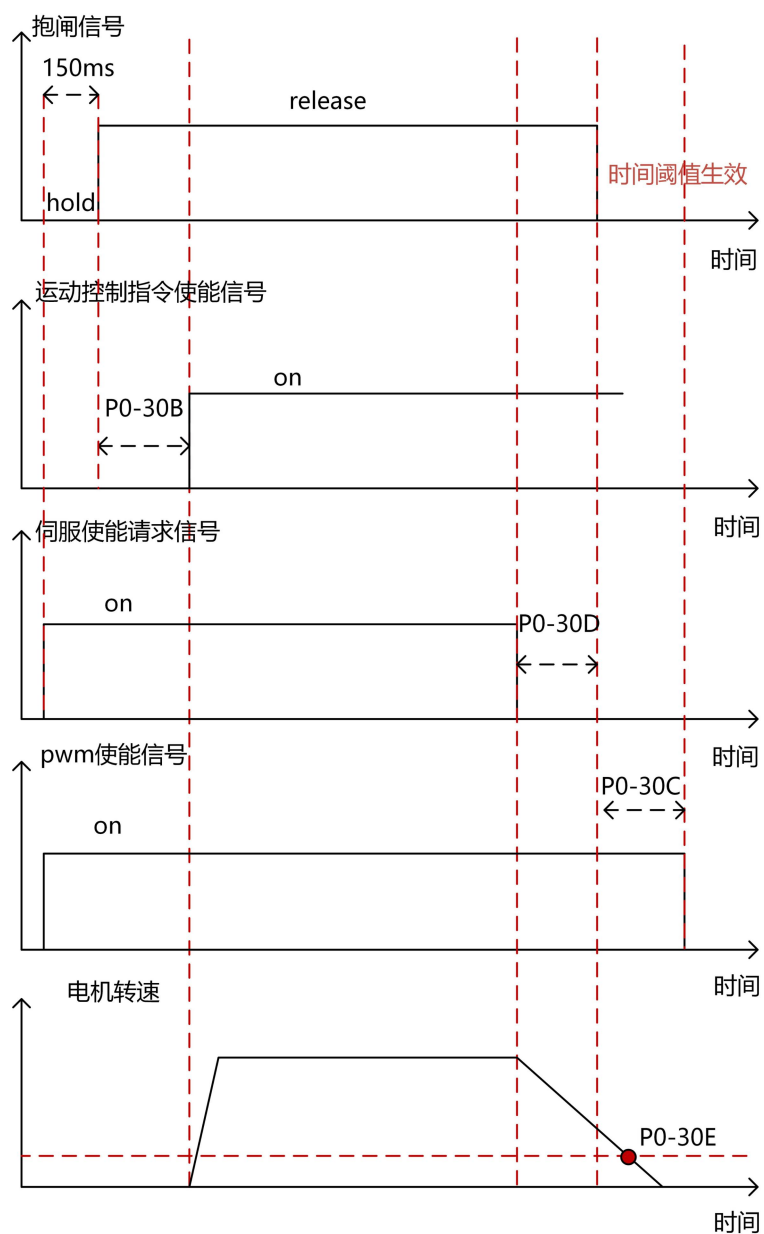
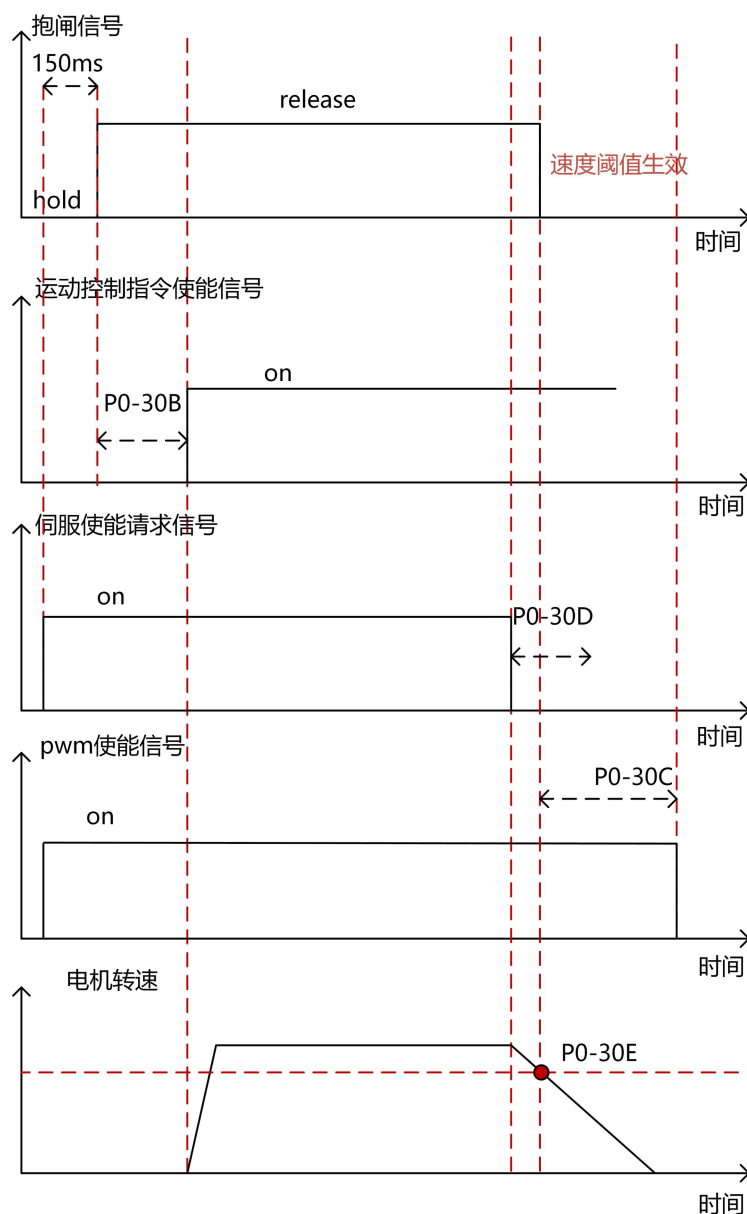

图 9-7-1 抱闸时序示例 1
图 9-7-2 抱闸时序示例 2
表格 9-10 中相关参数描述的时序与驱动器控制信号的时序关系如图 9-7-1 和图 9-7-2。
- 电机在旋转状态下，从关闭伺服使能信号到抱闸吸合的时间间隔或者速度阈值：依据参数 P0-30D 或者 P0-30E。（依据图 9-7-1 和图 9-7-2，抱闸吸合状态受 P0-30D 和 P0-30E 控制，任意条件先满足，抱闸即吸合）